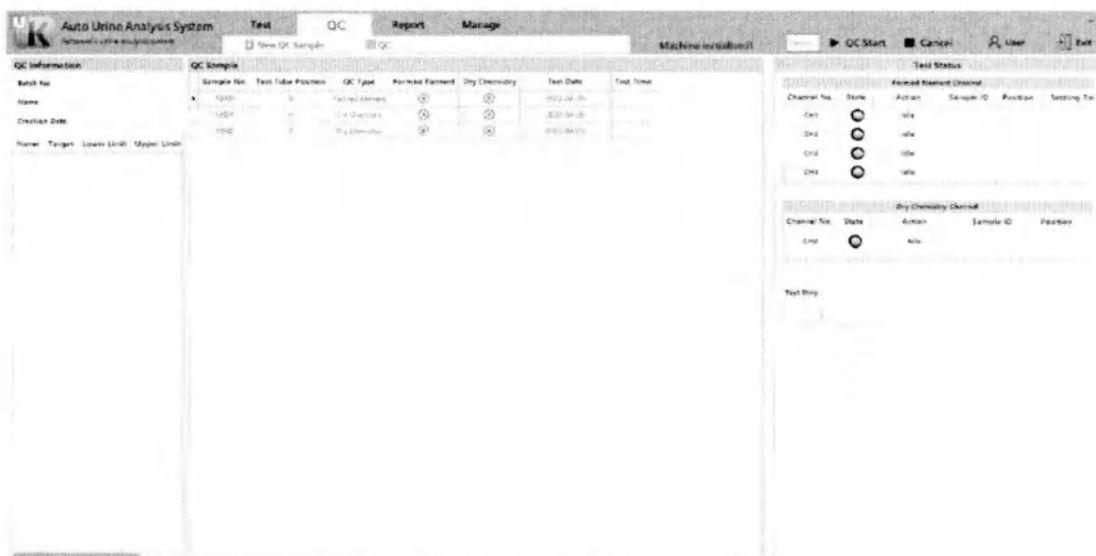

Рис. 4-25 Интерфейс контроля качества
В интерфейсе «Контроль качества» (QC), как показано на рис. 4-25, нажмите «Пуск», чтобы начать проверку качества. Справа отображается информация об образце для контроля качества, а слева - текущий статус анализа.